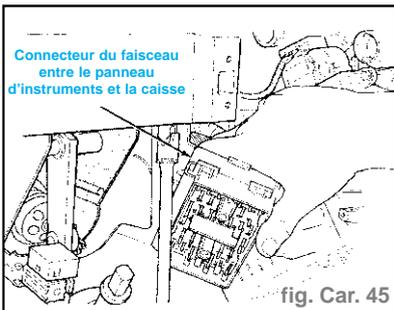

fig. Car. 45
- Déposer le connecteur du faisceau entre le panneau d'instruments et la caisse, ainsi que le support (fig. Car. 45).